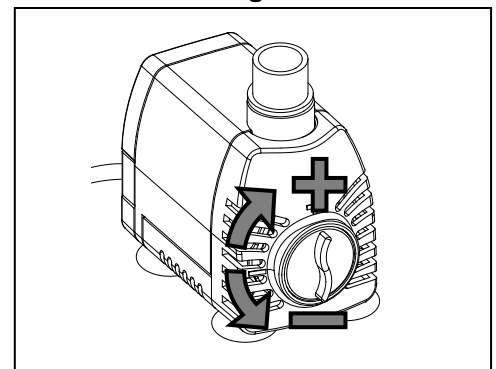

Fig. 3
3. Ajustar el control de flujo para la configuración preferida. Fig. 3